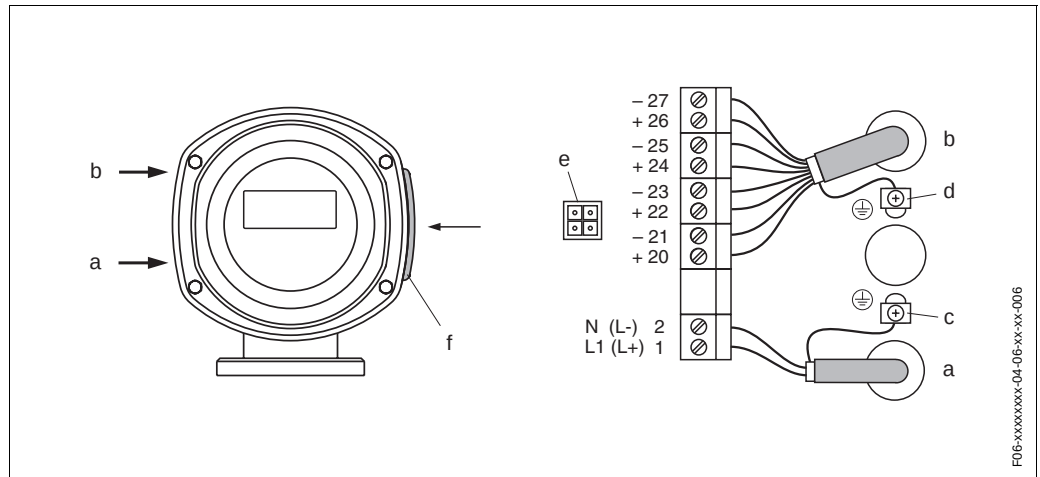

Fig. 33: Conectando o transmissor (aco inoxidavel). Secao transversal do cabo: max. 2.5 mm²
- Diagrama de ligacao (alojamento de aco inoxidavel) → Fig. 33